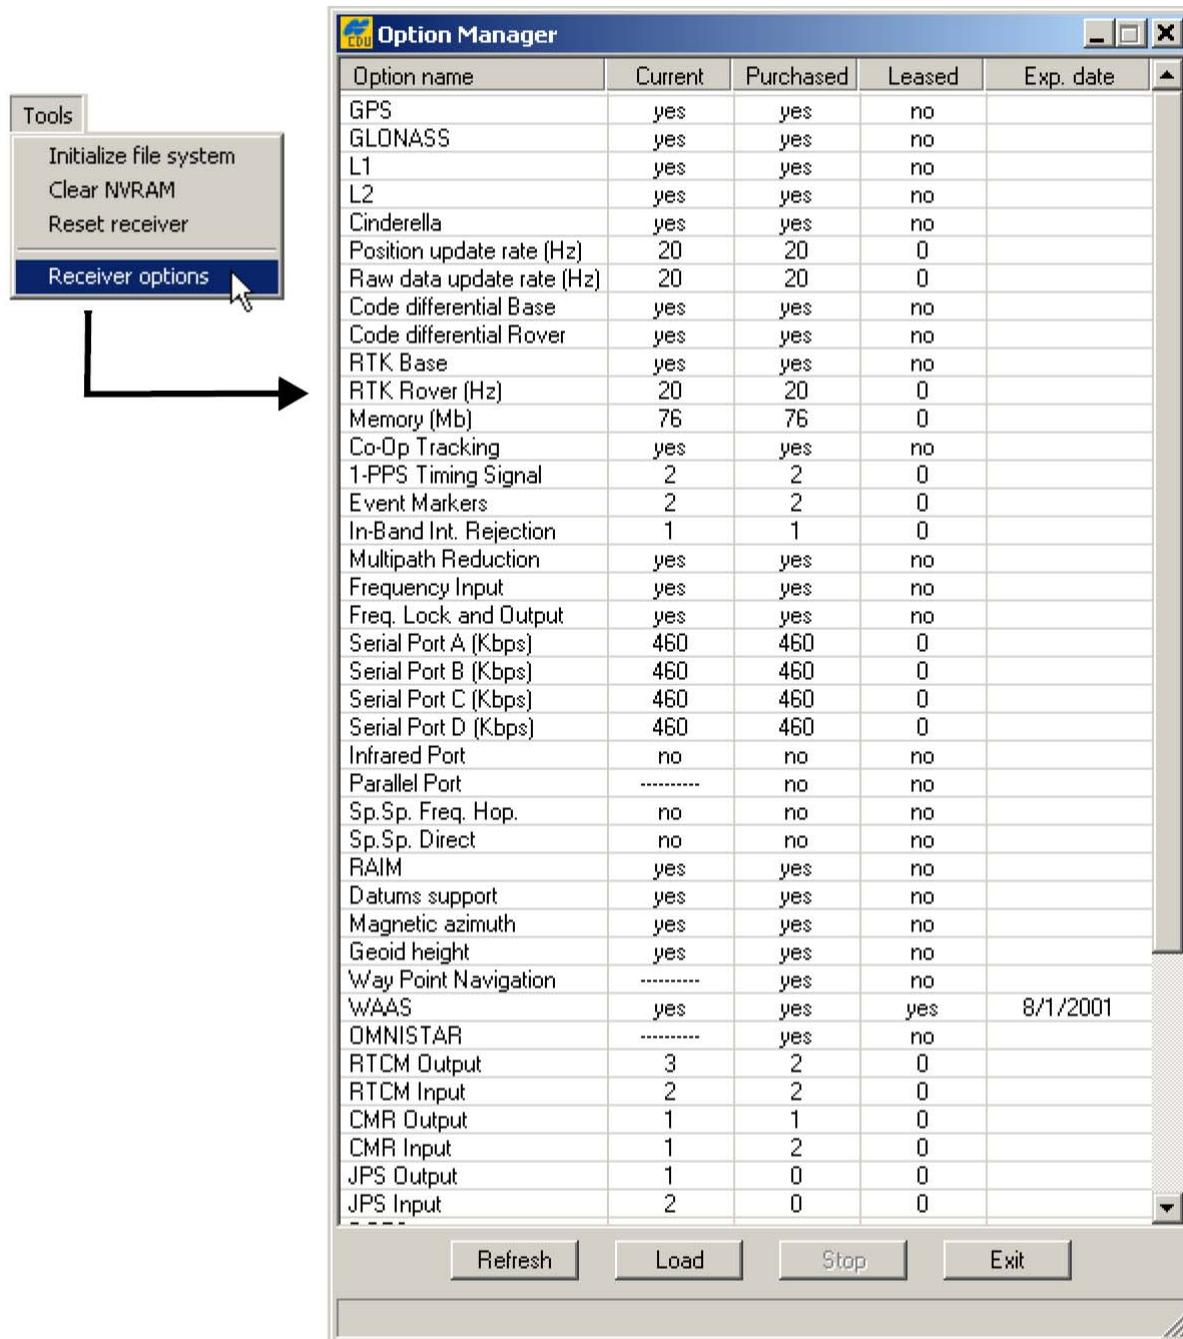

Рисунок 5-15. Окно Option Manager (Управление опциями)
2. Выберите пункт меню **Tools > Receiver Options (Инструменты > Опции приемника)**. В диалоговом окне **Option Manager (Управление опциями)** (см. рис. 5-15 на стр. 5-11), содержится следующая информация:
2. Щелкните на кнопке *Load* (Загрузить), расположенной в нижней части диалогового окна **Options Manager** (**Управление опциями**), см. рис. 5-15 на стр. 5-11.